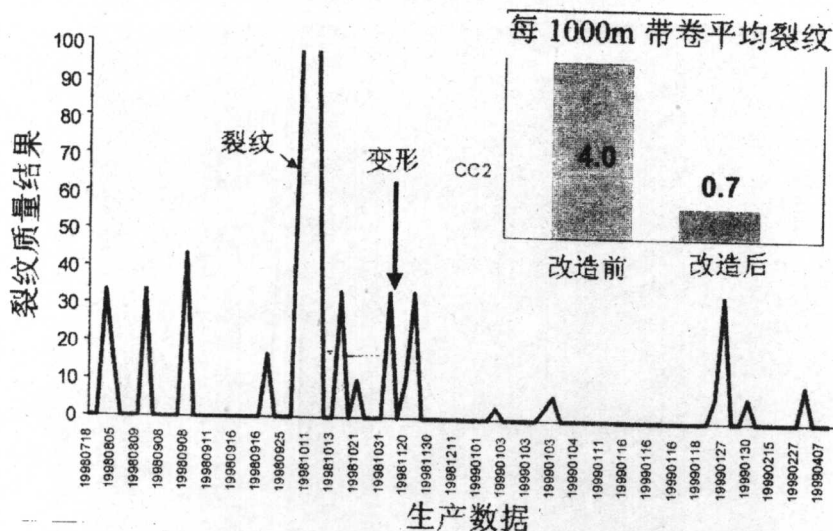

图 5 铸机升级后裂纹缺陷的改善
(2) 根据索拉克·福斯厂的裂纹标准规定, 升级后检测的值与改造前一样, 但是, 浇铸各种钢的浇铸速度都提高了。
(3) 升级后, 标出的表面裂纹的数量没有明显变化。
(4) 板坯中的非金属夹杂的数量减少到了 90%, 轧材的裂纹缺陷改善达到了 80% 以上 (图 5)。在检验过的镀锌卷上没有发现气泡。
(5) 铸机升级的主要目标已全部实现。例如, 板坯清洁度的进一步改善, 以及减少轧材和镀锌板的缺陷。